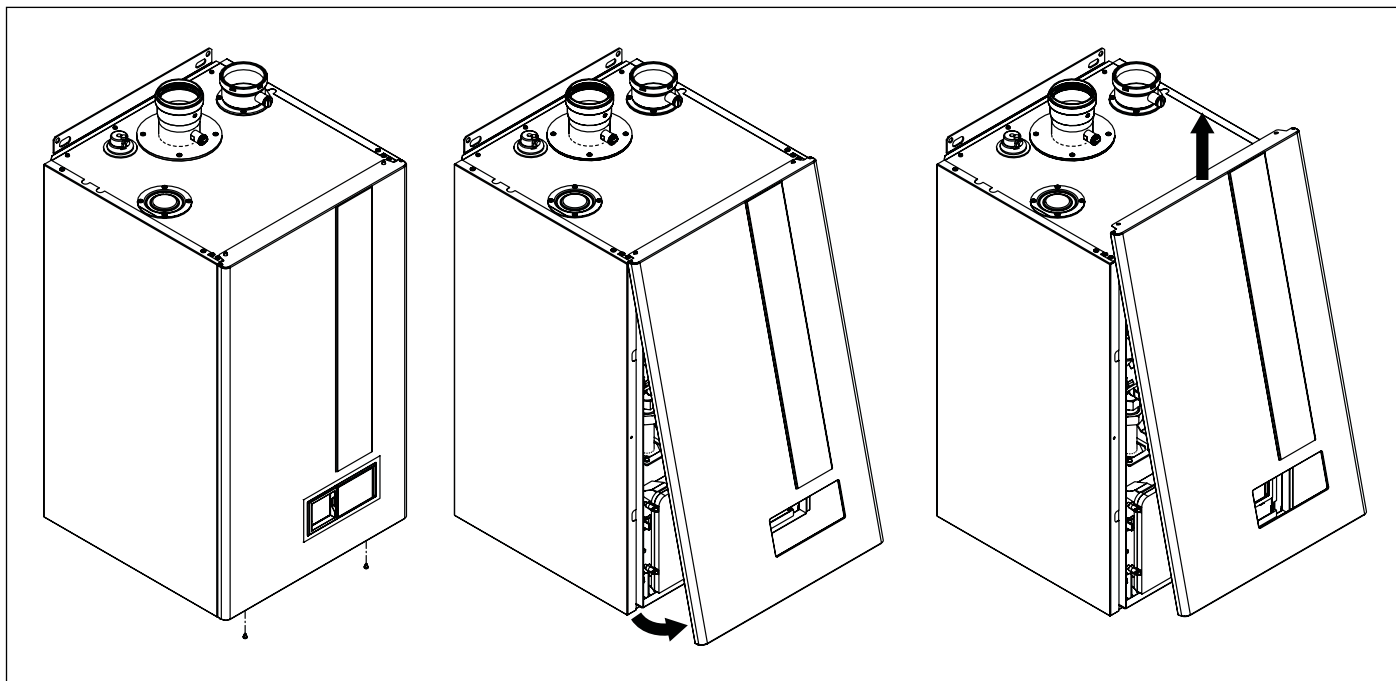

Рис. 31 Отвір у корпусі
- Зніміть передню панель бойлера (див. Рис. 31 Отвір у корпусі).